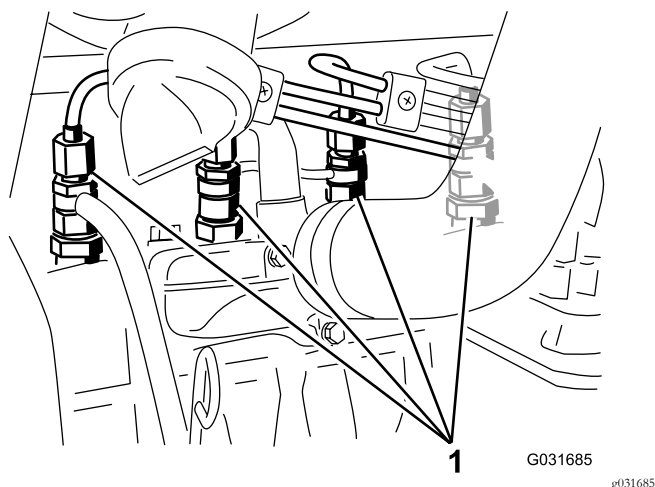

Figure 43
1. Desserrez le raccord entre l'injecteur n° 1 et le porte-injecteurs (Figure 43).